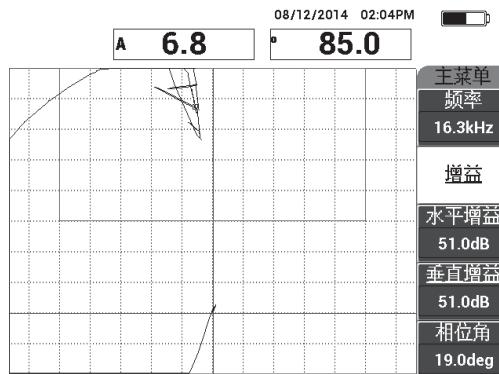

图 6-67 为空气信号点调整增益
- 如果需要, 按**增益键 (dB)**, 并调整**增益**, 使空中信号点保持在屏幕上 (参见第 161 页的图 6-67)。